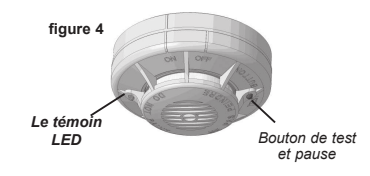

figure 4
- Posez le détecteur de fumée sur la plaque de fond et tournez-le jusqu'à ce qu'il tombe dans la plaque de fond. Tournez le détecteur de fumée dans le sens des aiguilles d'une montre (vers la droite, de la ligne OFF vers la ligne ON) pour fixer et activer le détecteur de fumée (voir figure 4). Vous entendez une mélodie indiquant que le détecteur est activé.